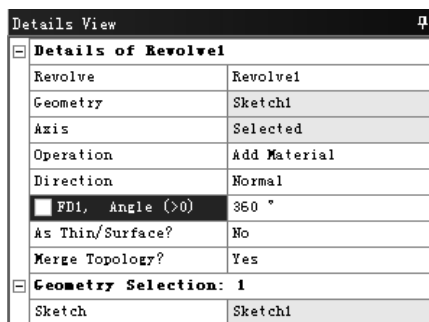

图 3.11.4 “Details View”对话框
(2) 在工具条中单击 **Revolve** 按钮，弹出图 3.11.4 所示的“Details View”对话框。使用草图 1 作为旋转截面，定义竖直轴线为旋转轴，单击工具条中的 **Generate** 按钮，完成旋转特征 1 的创建。